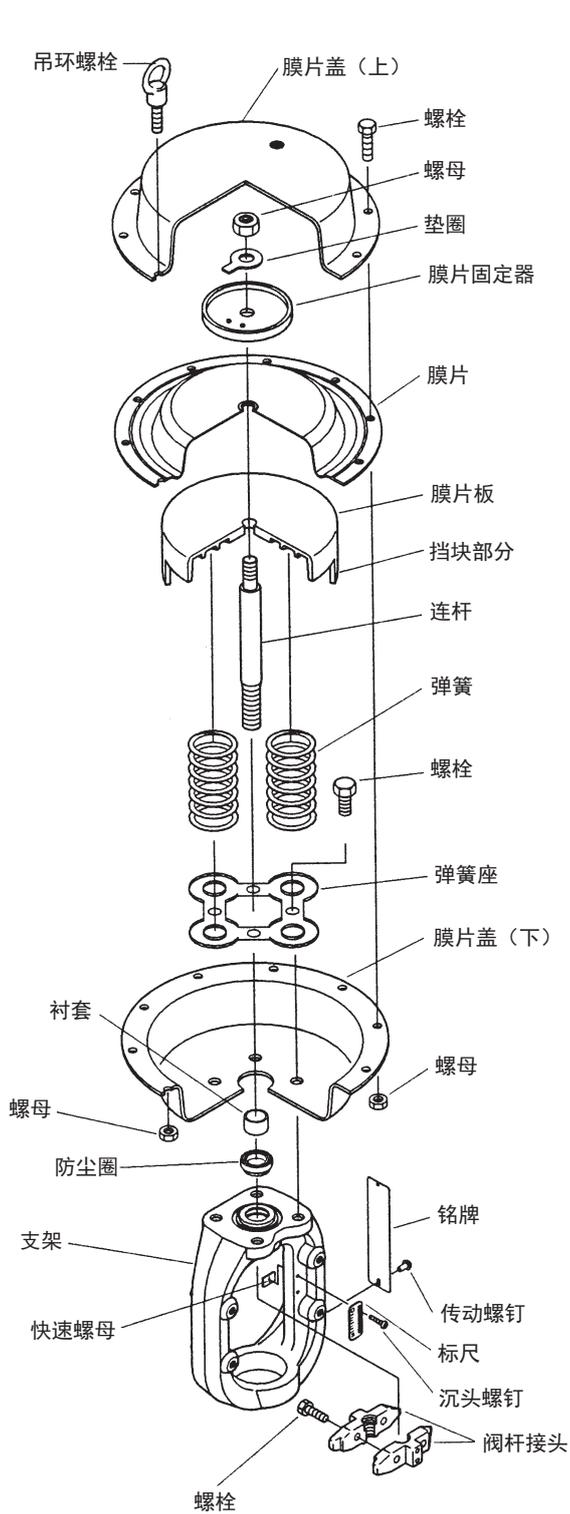
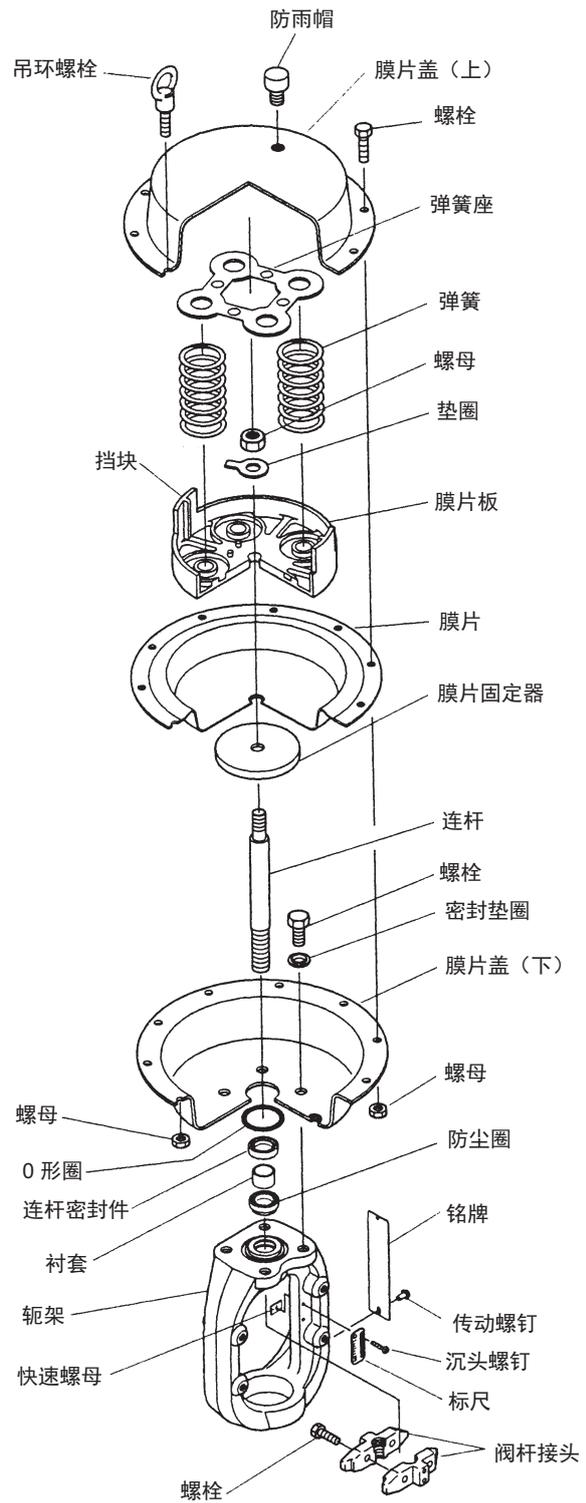

图 4-6 正作用 PSA1D 型
图 4-7 反作用 PSA1R 型
A. 正作用型 (参见图 4-6)
- (1) 断开气管, 然后从执行机构上拆下附件。
- (2) 拆下阀杆接头。
- (3) 从膜片盖上拆下固定螺栓 (一对吊环螺栓除外)。
- (4) 交替并均匀松开一对吊环螺栓。使用这对吊环螺栓可对弹簧进行初始定位。
- (5) 拆下膜片盖。将执行机构连杆向上拉, 并连同膜片一起拉出。
- (6) 取出弹簧。
B. 反作用型 (参见图 4-7)
- (4) 交替并均匀松开一对吊环螺栓。使用吊环螺栓可对弹簧进行初始定位。
- (5) 拆下膜片盖。取出弹簧。
- (6) 将执行机构连杆向上拉, 并连同膜片一起拉出。
参见图 4-6。
参见图 4-7。